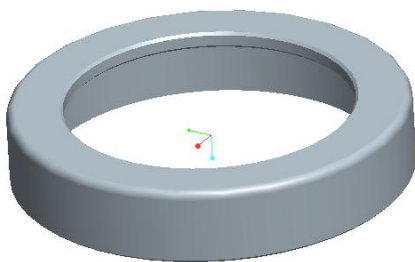

図 12-42 台座カバー
- 5) バイスアセンブリの構成部品ファイルをオープンする。台座カバー ファイルを開く (図 12-42) に示す。